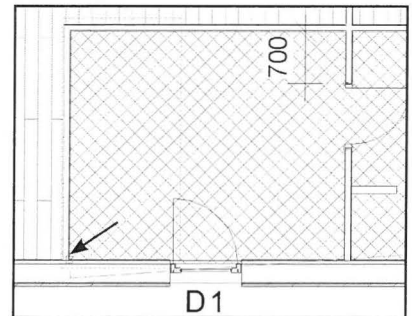

Fig. 10.46. *Move* - Klik i hjørnet af rummet.
- Klik derefter i hjørnet af rummet, hvor trappen skal placeres (Fig. 10.46).